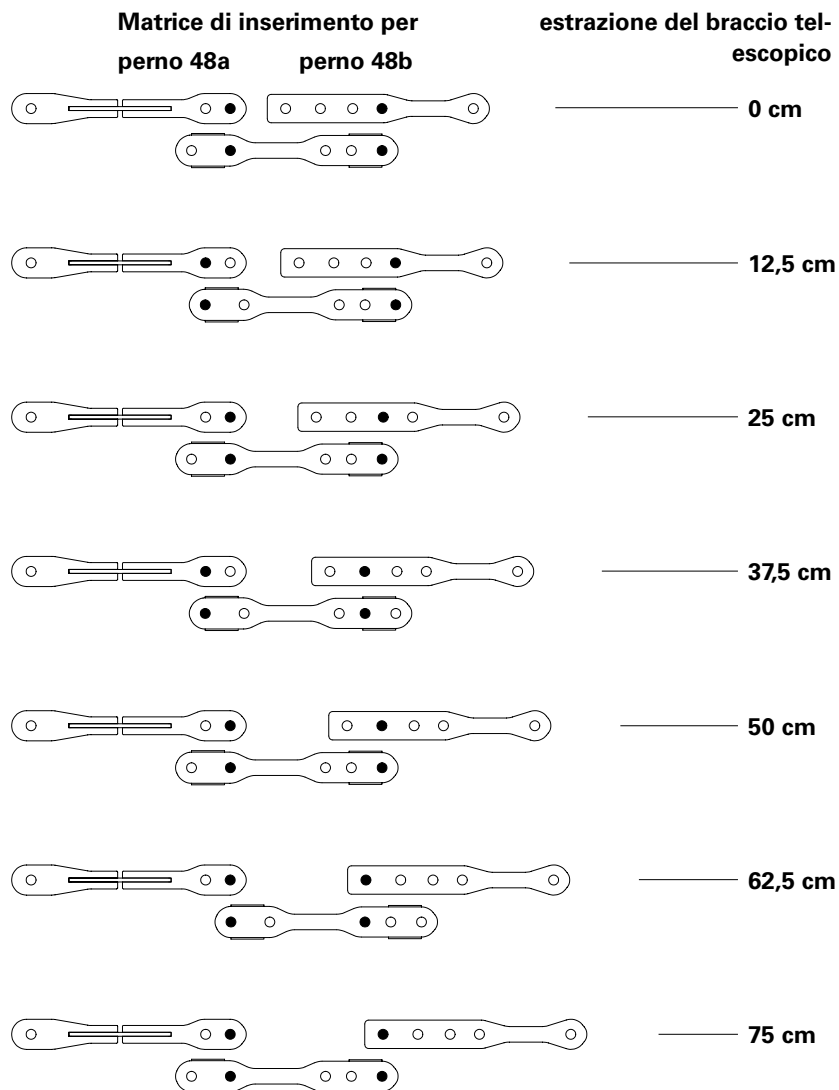

Fig. A1.15
3. Spostare il tirante (2.3) fino a che la posizione richiesta del perno (48a) corrisponde alla matrice di inserimento. (Fig. A1.15)
La Fig. A1.15 mostra le posizioni di inserimento dei perni 48a e 48b in funzione dell'estrazione del braccio telescopico.